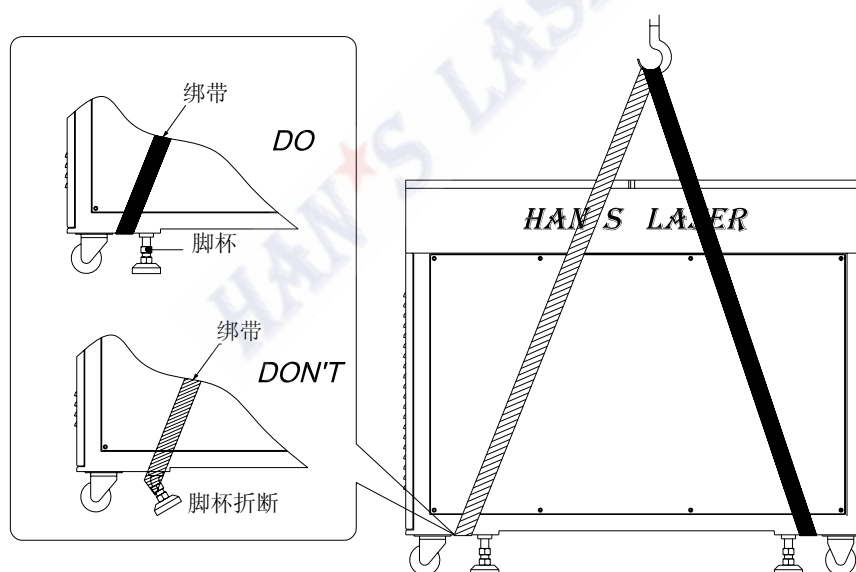

图 7-5 绑带捆绑位置示意图
- 1) 当进行裸机吊运的时候,必须用绑带通过脚轮与脚杯中间位置将设备绑紧,避免绑扎在脚杯上,以免脚杯折断。如图 7-5 所示。